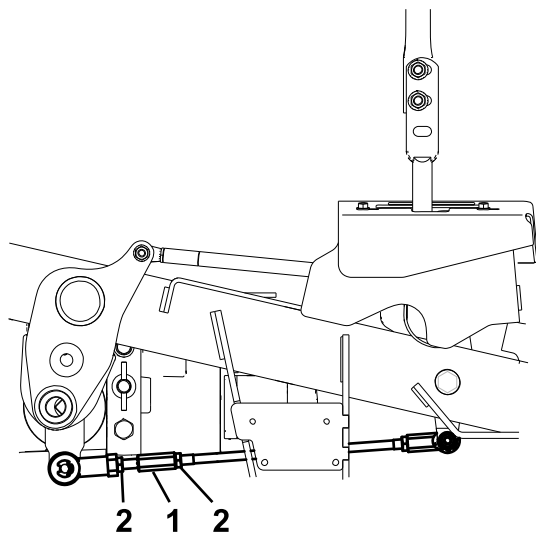

Рисунок 64
10. Відрегулюйте довжину штока регулятора насоса, обертаючи подвійні на штанзі у відповідному напрямку, доки колеса злегка не пересунуться в зворотному напрямку (Рисунок 64).